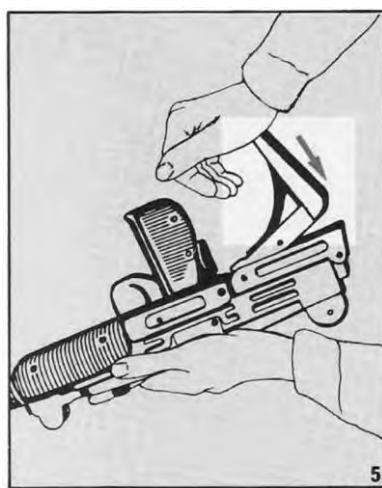

Рисунок 4.8 – Повернення прикладу в складене положення
4) Повертайте зброю, доки пістолетна рукоятка не буде спрямована вгору, а рука знаходитьться в центрі кришки. Сильно вдарити по прикладу донизу основанням ладоні, затиснувши його в складене положення (рисунок 4.8).